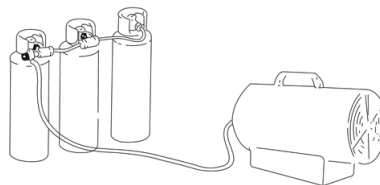

Figure 2
- Si le chauffage fonctionne à pleine capacité pendant une période prolongée, du givre peut se former sur la bouteille de gaz en raison d'une évaporation excessive. Cependant, il ne faut jamais chauffer la bouteille pour remédier à ce problème. Pour éviter ou réduire ce phénomène, utiliser une bouteille de plus grande capacité ou deux bouteilles reliées entre elles (voir figure 2).